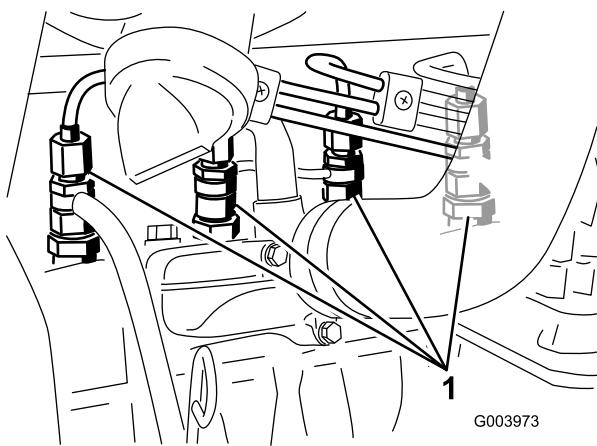

Figura 44
1. Liberte a tubagem que se encontra ligada ao inyector nº 1 e à estrutura de suporte da bomba de injeção (Figura 44).